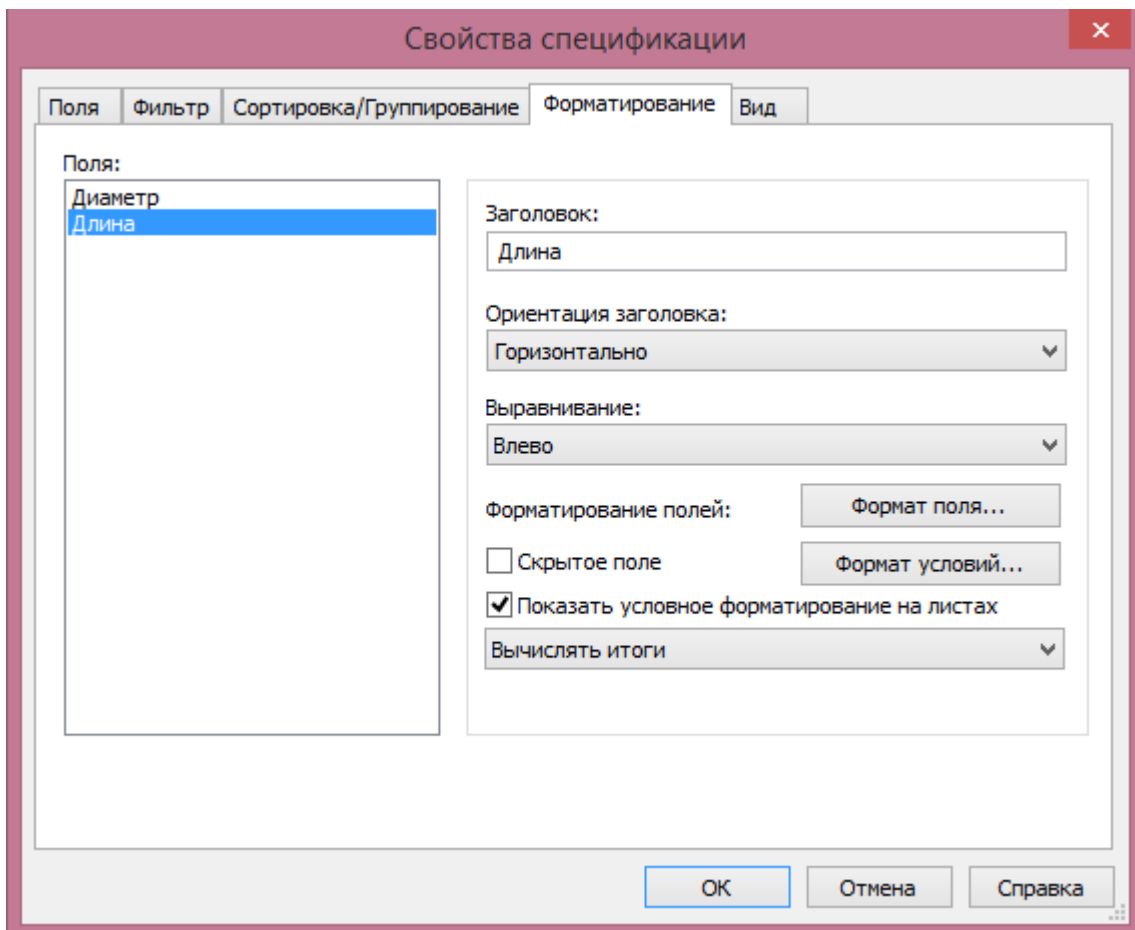

Рисунок 5.27. Настройка единиц измерения величин в спецификации
6. Далее во вкладке «Формат поля» для поля «Длина» выбрать единицы измерения в «метрах» (рисунок 5.27).